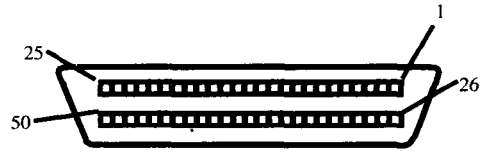

图 1.5 SCSI-2
- ② SCSI-2, 共有 50 针, 分为两排, 如图 1.5 所示。